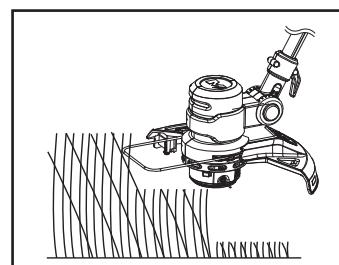

Rys. 15
- Przesuwać urządzenie wolnym i regularnym ruchem od lewej do prawej, a następnie z powrotem do pozycji początkowej, po czym przejść do przycinania kolejnego obszaru (rys. 15).